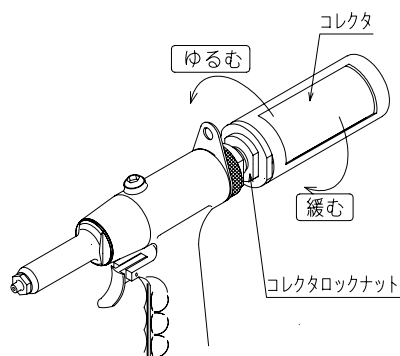

図11-8
- (1) モンキーレンチ等でコレクターロックナットを緩め、コレクターを緩め取り外してください。(図11-8)